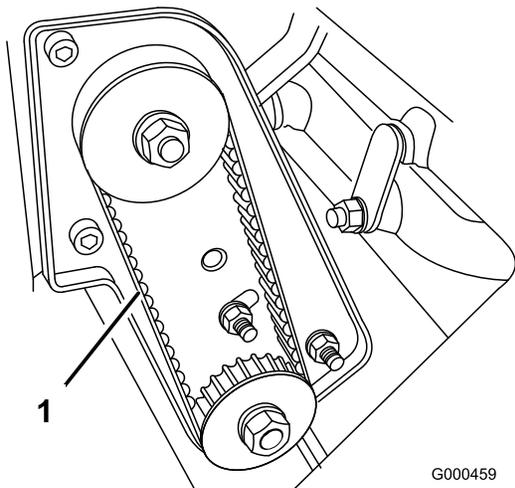

Bild 42
2. Prüfen Sie die Spannung des Riemens (Bild 42). Wenden Sie eine Kraft von $1,8 \pm 0,5$ kg in der Mitte der Scheiben an. Der Riemen muss sich 4,8 bis 7,9 mm durchbiegen lassen. Machen Sie bei einem falschen Durchbiegungswert mit dem nächsten Schritt weiter.